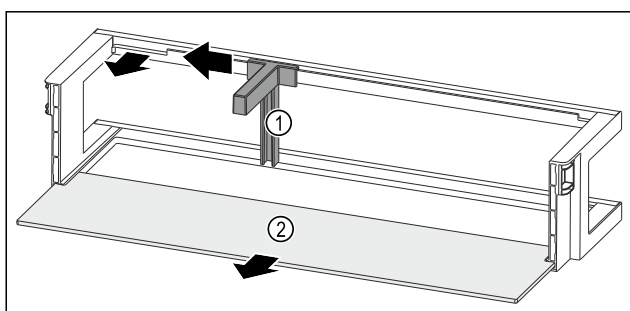

Fig. 211 Balconnet de contre-porte avec range-bouteilles et tablette de rangement
- Pousser le range-bouteilles Fig. 211 (1) sur le côté jusqu'à l'évidement.
- Retirer le range-bouteilles Fig. 211 (1).
- Retirer la tablette de rangement Fig. 211 (2).